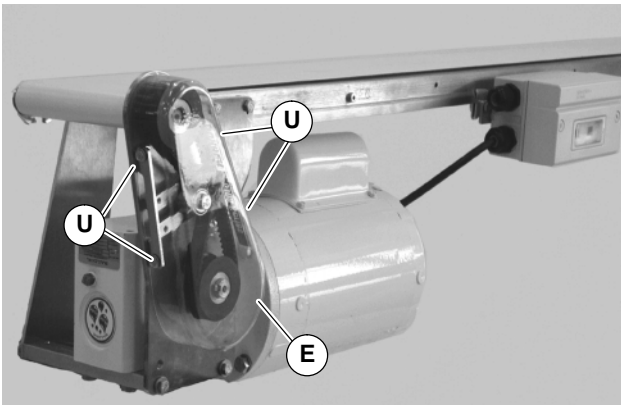

Abbildung 33
1. Abdeckung (E siehe Abbildung 33) mit Schrauben befestigen (U). Die Schrauben mit 4 Nm festziehen.